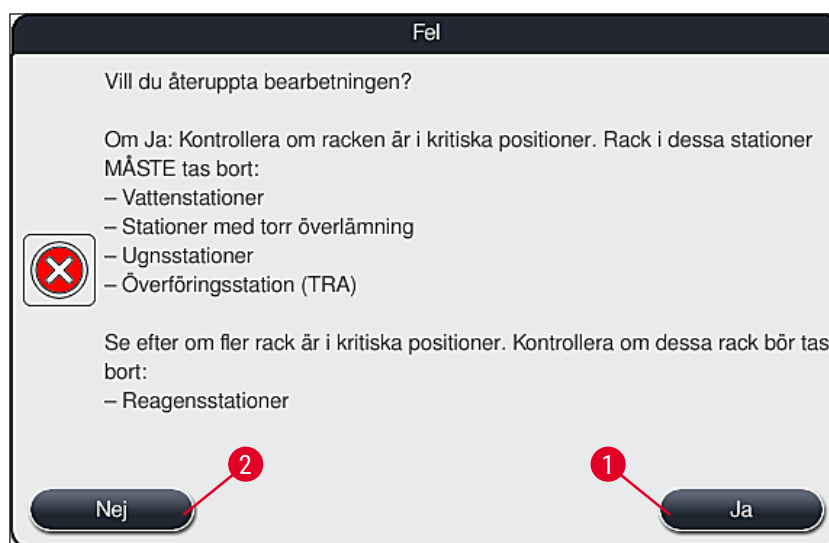

Bild 108
4. Därefter kan användaren välja att återuppta infärgningsprocessen (→ Sida 131 – 8.2.2 Återuppta infärgningsprocessen efter ett strömavbrott) eller avbryta den (→ Sida 133 – 8.2.3 Avbryta alla infärgningsprocesser vid ett strömavbrott) (→ "Bild 108").
2. Avlägsna kritiska rack från instrumentet enligt instruktionerna i det tidigare informationsmeddelandet (→ "Bild 108") och bekräfta borttagningen genom att trycka på motsvarande station (→ "Bild 109-1") på skärmen.
Du kan ångra avbrottet av infärgningen och återgå till den tidigare urvalsmenyn (→ "Bild 108") genom att trycka på knappen **Avbryt** (→ "Bild 110-2").